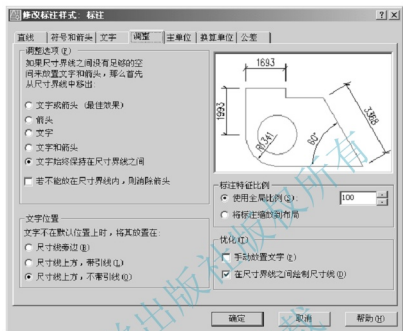

图 3.24 【调整】选项卡的设定
④ 【调整】选项卡的设定如图 3.24 所示。【直线】、【符号和箭头】及【文字】选项卡内的设定都是按照《房屋建筑制图统一标准》内规定的尺寸设定的，都是出图后的尺寸。在 AutoCAD 内需将它们按照出图比例放大。如果把【调整】选项卡内的【使用全局比例】设定为 100，则前面所有已设定的尺寸将被放大 100 倍。如【箭头大小】(图 3.22) 尺寸变为